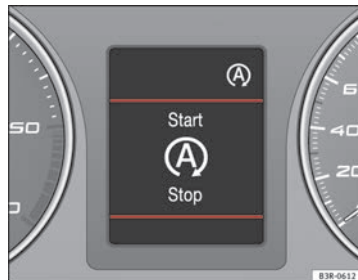

Abb. 137 Anzeige am Display des Kombiinstruments während des Start-Stopp-Betriebs
- Am Display des Kombiinstrumentes wird der Funktionszustand des Start-Stopp-Systems angezeigt → Abb. 137.